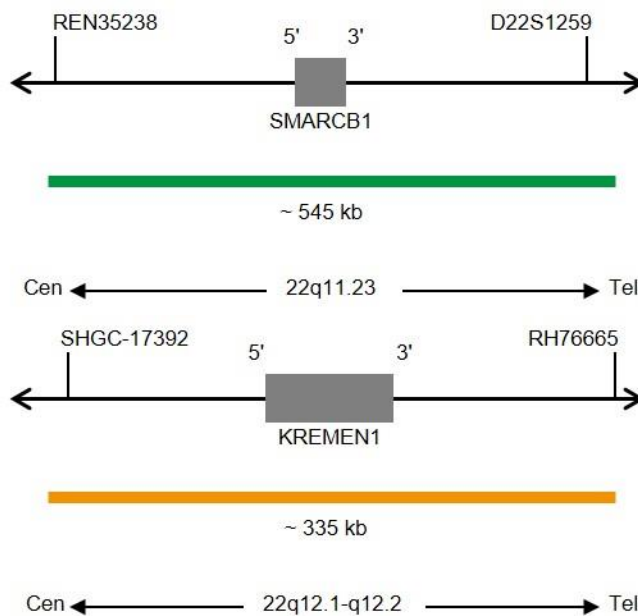

Fig. 1: Arriba: SPEC SMARCB1 Mapa de la sonda; abajo: SPEC 22q12 Mapa de la sonda (no está a escala)
- Polinucleótidos marcados en verde (excitación a 503 nm/emisión a 528 nm) ZyGreen (~10 ng/μl), dirigidos a secuencias localizadas en 22q11.23* (chr22:23,887,951-24,431,064) que albergan la región del gen SMARCB1 (ver Fig. 1).
- Polinucleótidos marcados en naranja (excitación a 547 nm/emisión a 572 nm) ZyOrange (~4,5 ng/μl), dirigidos a secuencias localizadas en 22q12.1-22q12.2* (chr22:29,340,078-29,673,440) (ver Fig. 1).